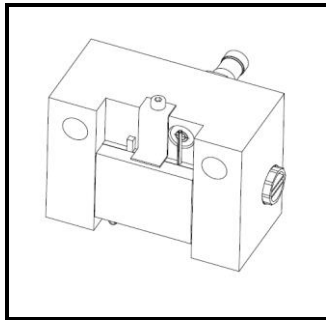

Fig 12.1
- Si l'option de capteur inductif est disponible, démonter le capteur inductif ou retourner-le vers la surface intérieure du boîtier de frein afin que le capteur ne puisse pas être endommagé, voir la Figure 12.1.